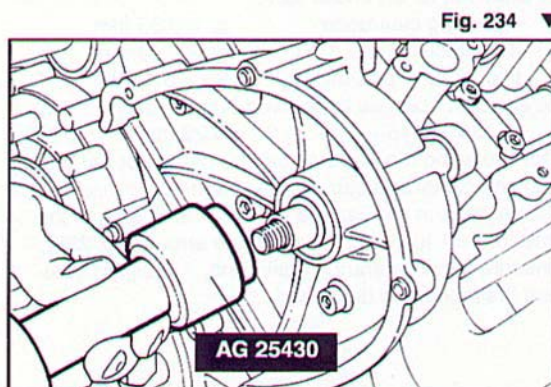

Fig. 234 ▼
- utilizzando l'attrezzo AG 25430 introdurre i paraolio degli alberi di distribuzione (**Fig. 234**).
- use tool AG 25430 to put the oil seal into the camshafts (**Fig. 234**).